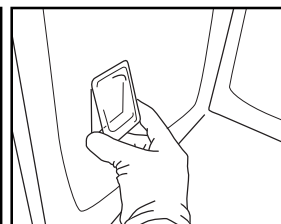

Рис. 9
5. Поставьте на место и прижмите крышку, чтобы она защелкнулась (Рис. 9).